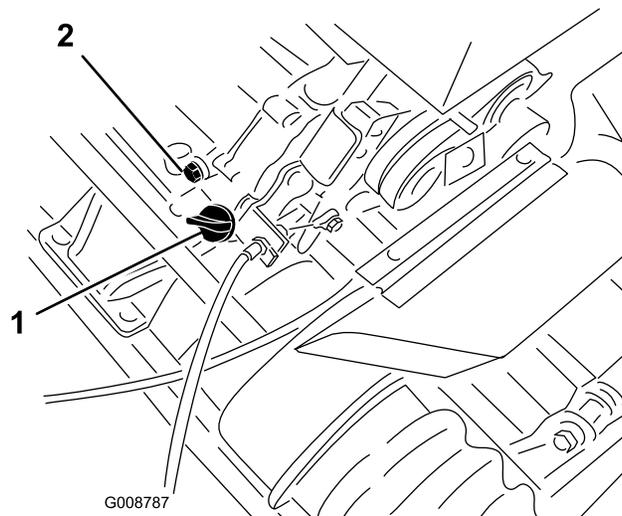

図 22
1. エンジンが水平になるように駐車し、オイルゲージの周囲をきれいに拭く 図 22。